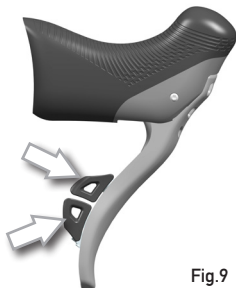

Fig.9
- accione repetidamente la leva inferior, como si quisiera subir a los piñones más grandes (Fig.9). En caso de personalización de las levas, accione la leva que efectúa esta función.
- accione repetidamente la leva superior, como si quisiera bajar a los piñones más pequeños (Fig.9).